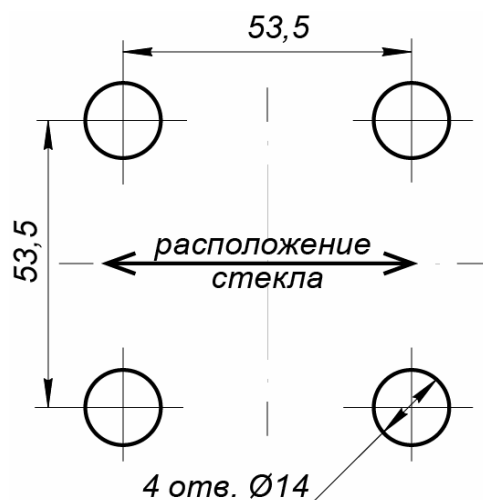

Рисунок 3. Разметка отверстий для крепления мини-стойки
2. От центров разметьте по 4 точки крепления фланцев к установочной поверхности, как показано на рис. 3, в данных точках выполните отверстия $\text{Ø}14$ под анкеры. Вставьте анкеры на всю глубину подготовленных отверстий.